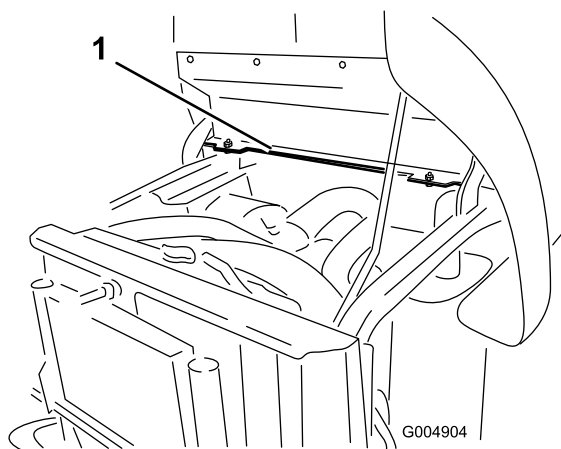

図 8
1. 後フレームマウントの左面にある2つの取り付け穴を見つける 図 8。